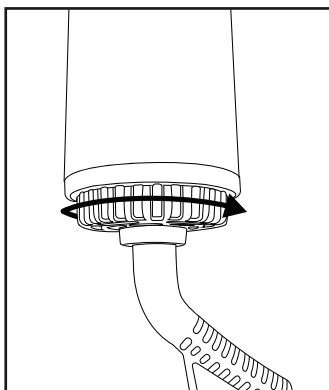
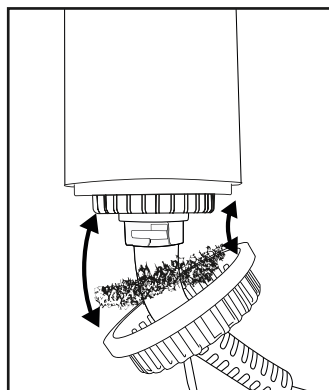

Abb. 3
Abb. 4
- Entfernen Sie Haare mit den Fingern aus den Aufsätzen ⑧ – ⑪. Legen Sie die Aufsätze ⑧ – ⑪ zur Reinigung in lauwarmes Wasser. Sie können milde Reinigungsmittel verwenden, spülen Sie dann gründlich mit Wasser nach. Lassen Sie die Aufsätze ⑧ – ⑪ vollständig trocknen, bevor Sie sie wieder auf das Gerät setzen.
- Kontrollieren Sie, ob das Luftansauggitter ④ frei von Haaren und Fusseln ist. Reinigen Sie es mit Hilfe einer trockenen Bürste.
- Reinigen Sie in regelmäßigen Abständen den Filter hinter dem Luftansauggitter ④, spätestens, wenn Verschmutzungen zu sehen sind. Nehmen Sie dafür das Luftansauggitter ④ ab (siehe Abb. 3 und 4), indem Sie es drehen, bis es nicht mehr weiter geht und dann nach unten ziehen (ggf. gleichzeitig leicht hin- und her drehen). Entfernen Sie Fusseln und Verunreinigungen am Filter vorsichtig mit den Fingern und ggf. einer weichen Bürste. Drücken Sie den Filter wieder in den Korb des Luftansauggitters ④, damit Sie anschließend das Luftansauggitter ④ wieder aufstecken können. Schieben Sie das Luftansauggitter ④ auf die Aufnahme am Gerät und drehen es fest. Beachten Sie dabei die zwei kleinen Aussparungen am Sockel des Netzkabels ⑥ (siehe Abb. 4), in welche die passenden Gegenstücke an der Innenseite der Öffnung im Luftansauggitter ④ hineingeschoben werden müssen.